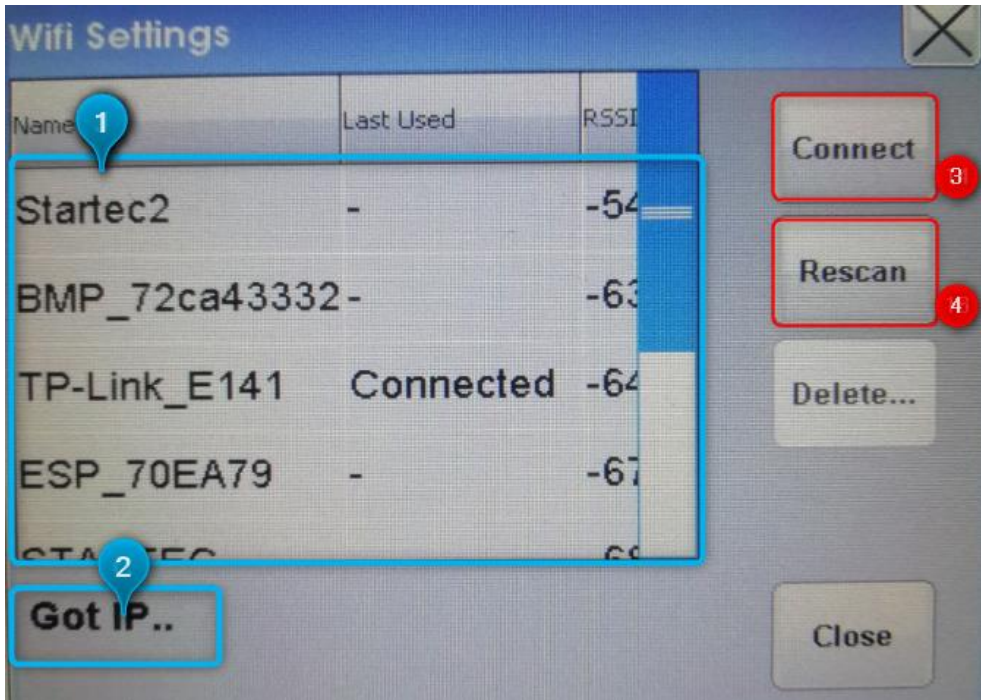

Figura 6
- **Punto 4:** Pulsante per aprire la **WifiSettings** window (Figura 6);
La **WifiSettings** window (Figura 6) è la finestra da cui è possibile gestire la Wi-Fi, quindi è qui che si settano le impostazioni per collegarsi ad un nuovo AccessPoint. Le impostazioni una volta settate rimangono in memoria, e tutte le volte che si riavvia il display, si collegherà in automatico all'ultimo AccessPoint salvato.